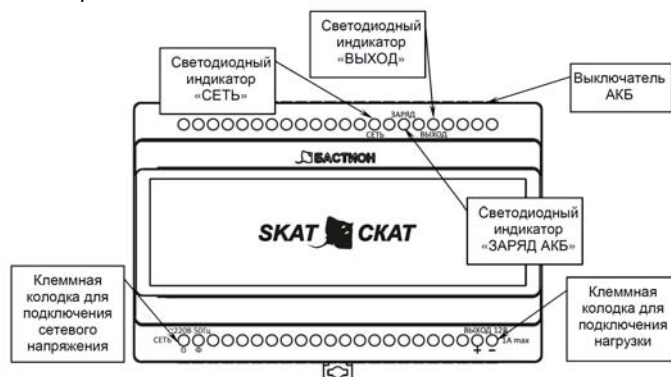

Рисунок 1 – общий вид источника
- возможность отключения встроенной АКБ с помощью выключателя АКБ (см. рисунок 1). Указанный выключатель предназначен для отключения встроенной АКБ при транспортировке, хранении, или в случае длительного перерыва в эксплуатации источника;
Источник оснащен выключателем АКБ для включения/выключения встроенной АКБ, имеет две клеммных колодки для подключения входных и выходных проводных соединений и следующую светодиодную индикацию (см. рисунок 1):
ВНИМАНИЕ! УСТАНОВКУ И ДЕМОНТАЖ ИСТОЧНИКА ПРОИЗВОДИТЬ ПРИ ВЫКЛЮЧЕННОЙ АКБ (СМ. РИСУНОК 1) И ПОЛНОМ ОТКЛЮЧЕНИИ ИСТОЧНИКА ОТ ЭЛЕКТРОСЕТИ 220В.